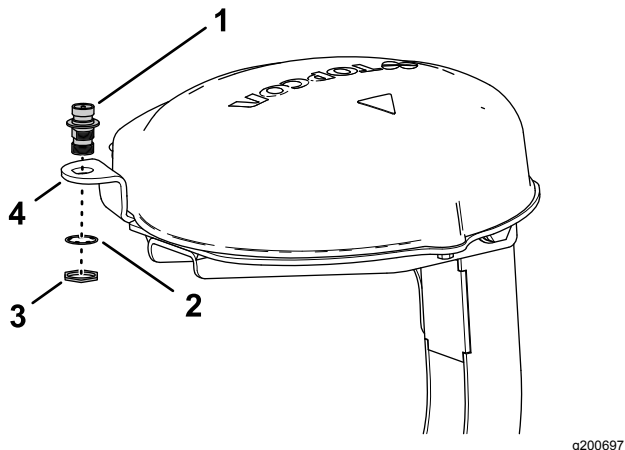

图159
1. 让同轴耦合器穿过 RTK 天线法兰上的开口耦合器的隔板螺纹向下图159。
2. 使用锁紧垫圈和锁紧螺母将同轴耦合器安装到接收器底板的法兰上并用手拧紧锁紧螺母图159。